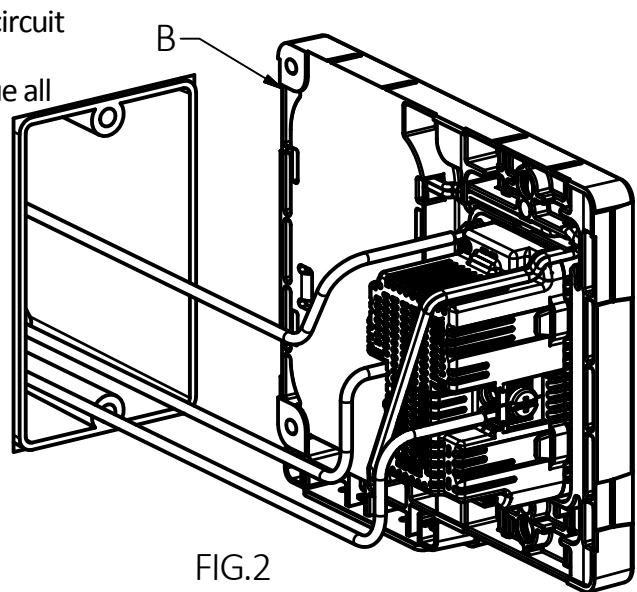

FIG.2
1) Alambre la base de la unidad (**B**) asegurando el hilo de tierra del circuito al tornillo verde de tierra, neutro del circuito a la terminal con el torn(níquel) blanco y cable vivo al tornillo de latón. Par de apriete ambos a 10-12 lbs.in (0.115 a 0.138 Kg.m). **Fig 2**.
1) Wire the base unit (B) by securing the ground wire from the branch circuit to the green ground screw, neutral wire to the terminal with the White (Nickel) Screw and hot wire to the terminal with the Brass Screw. Torque all screws to 10-12 lbs.in. **Fig.2.**
- 1) Câbler l'unité de base (B) en raccordant le fil de mise à la terre provenant du circuit dérivation à la vis verte de mise à la terre, le fil de neutre à la vis de borne blanche (nickelée) et le fil vivant à la vis en laiton. Serrer à un couple de 1,13 à 1,36 Nm. **Fig. 2.**